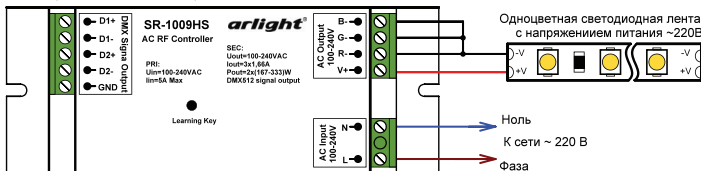

Рис.2. Подключение одноцветной ленты.
3.12. При подключении одноцветных источников света, можно использовать схему Рис.2. При этом контроллер должен управляться от пульта ДУ или панели управления с функцией диммирования.
ВНИМАНИЕ! Не допускается использовать схему Рис.2, если контроллером управляет RGB или RGBW пульт ДУ или панель управления.